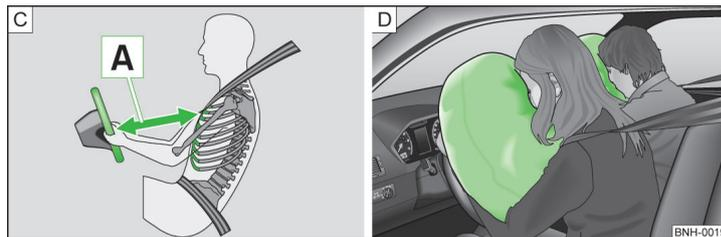

Fig. 9 Distanza di sicurezza dal volante/Airbag riempiti con gas
Quando gli airbag si attivano, si gonfiano davanti al conducente e al passeggero » fig. 9 - **D**. L'affondamento nell'airbag gonfio smorza il movimento in avanti del conducente e del passeggero e riduce il rischio di lesioni alla testa e al torace.
- È importante che il conducente e il passeggero anteriore mantengano una distanza di almeno 25 cm rispettivamente dal volante e dalla plancia **A** » **fig. 9**. Se non si rispetta questa distanza minima, il sistema airbag non può proteggere - pericolo di morte! Inoltre, i sedili anteriori e i poggiatesta devono sempre essere regolati in funzione della statura degli occupanti.